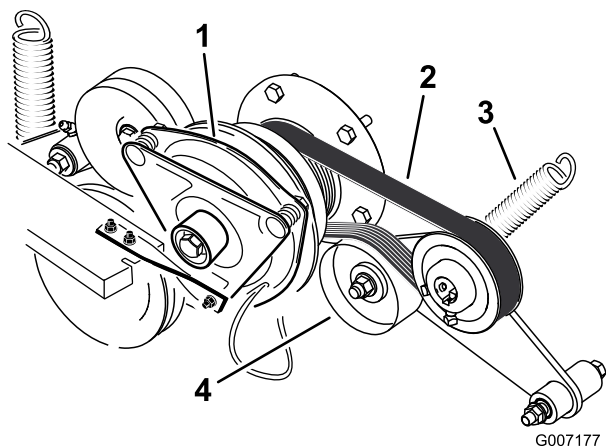

Figura 74
3. Retire a mola do braço intermédio (Figura 74).
4. Instale a nova correia em torno do motor e da polia da bomba hidráulica (Figura 74).
6. Instale a mola no braço intermédio (Figura 74).